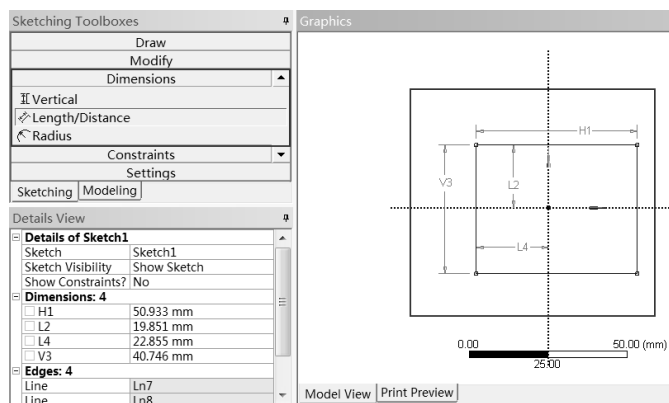

图 9-7 标注
Step5 :选择 Dimensions General 命令 ,如图 9-7 所示 ,对几何尺寸进行标注。